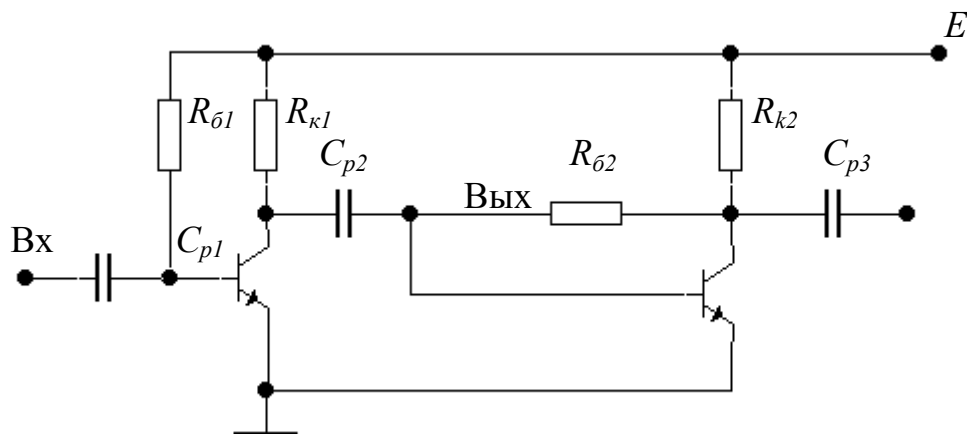

Рисунок 2.3
19. Определите вид обратной связи и амплитуду напряжения обратной связи $U_{св}$ в схеме на рис. 2.3, если $R_{к1} = R_{к2} = 1$ кОм, $R_{б1} = 39$ кОм, $R_{б2} = 20$ кОм, $U_{вых} = 4$ В (амплитудное значение). Параметры транзистора: $g = 1$ мСм, $g_i = 10$ мкСм, $H_{21} = 100$.
Найдите входные сопротивления первого и второго каскадов в схеме на рис. 2.3, сравните их и объясните, почему эти сопротивления различны, если транзисторы одинаковы и работают в одинаковых режимах.